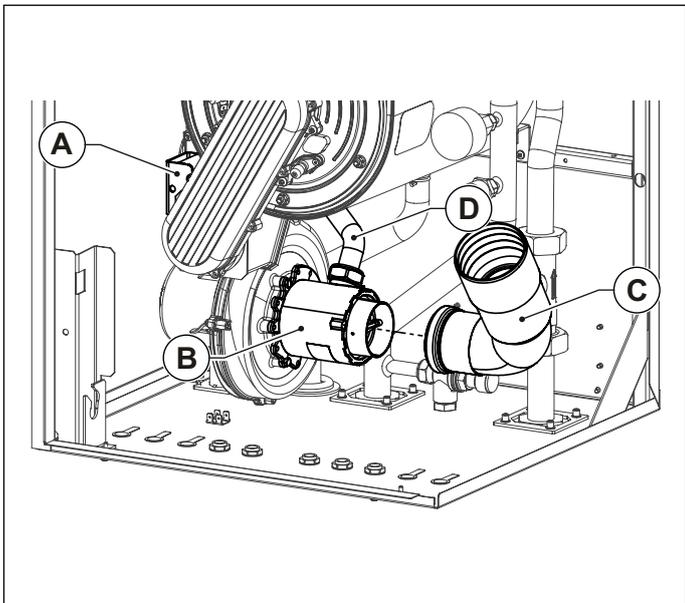

图 31 进气消音器
- 将进气消音器 C 从混合器上抽出拆下（参加图 31 进气消音器）。
- 从混合器 B 上将管子 D 断开（请参阅图 31 进气消音器）。
- 将燃气管D连接到混合器上（请参阅图 31 进气消音器）。